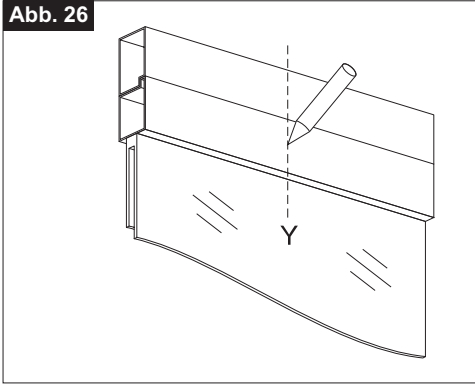

Abb. 27
- 3) **Abb. 27-** Den Bügel zur Befestigung am Fenster nach der Mittellinie ausrichten und dabei den Mittellinieanzeiger (**Bez. 1**) als Bezug anwenden, der sich in der Mitte derselbe befindet; dann die Bohrungspunkte am Rahmen markieren;